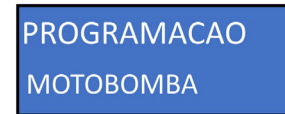

Figura 40
- Para realizar la programación navegue por el menú principal utilizando los botones “arriba” o “abajo” hasta encontrar la función “PROGRAMACION MOTOBOMBA” (figura 40), pulse el botón “OK” para ser dirigido al menú Setup.